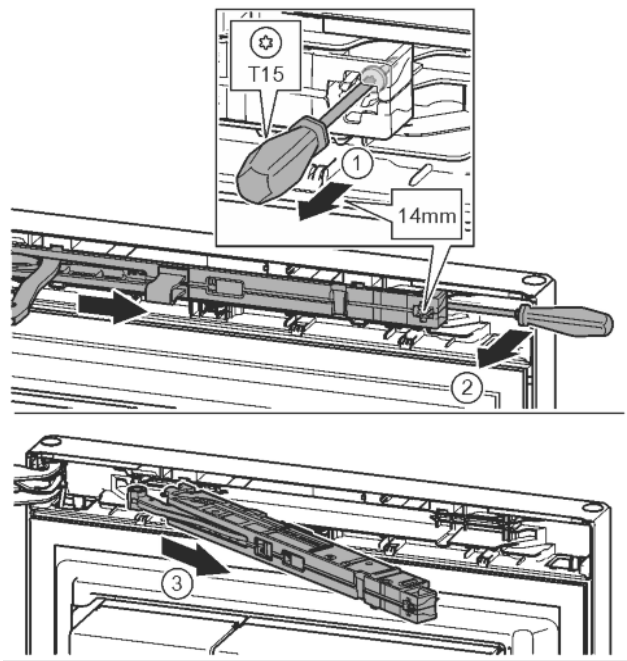

Fig. 11
- ▶ Schroef op de sluitdempereenheid met schroevendraaier T15 ca. 14 mm losdraaien. Fig. 11 (1)
- ▶ Een schroevendraaier aan de kant van de handgreep achter de sluitdempereenheid plaatsen en naar voren draaien. Fig. 11 (2)
- ▶ Sluitdempereenheid eruit trekken. Fig. 11 (3)